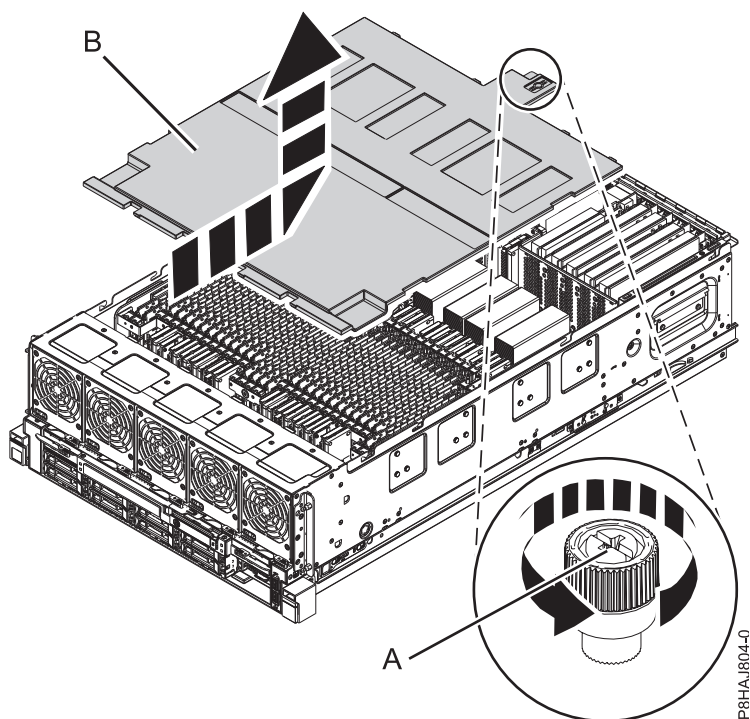

Figura 10. Remover a tampa de segurança
2. Desaperte o parafuso de aperto manual (A) localizado na parte posterior da tampa, ao rodá-lo na direcção apresentada na Figura 10 na página 30.
3. Faça deslizar a tampa de segurança (B) em direcção à parte posterior do sistema. Quando a parte anterior da tampa passar a extremidade superior da estrutura, levante a tampa e retire-a do sistema.